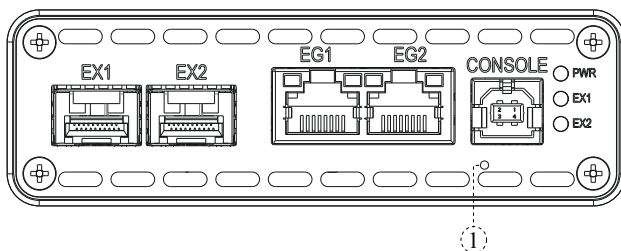
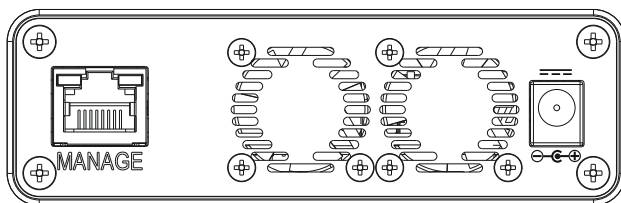

Рис. 4.1. Передняя панель прибора Беркут-MX
Рис. 4.2. Задняя панель прибора Беркут-MX
Адаптер подключается к прибору через специально предназначенный для этого разъём (см. рис. 4.2).
Примечание. Внешний вид передней и задней панелей измерительного блока зависит от аппаратной модификации устройства и может отличаться от представленного на рис. 4.1 и 4.2. При этом маркировка и назначение разъемов и светодиодных индикаторов совпадают с описанием, представленным в табл. 4.1 и 4.2.
Цифрой 1 на рис. 4.1 обозначена кнопка аппаратного сброса.
3. Подключить блок питания к разъёму, расположенному на задней панели корпуса прибора (см. рис. 4.2). После подключения внешнего источника питания загорается индикатор «PWR» (см. рис. 4.1).
Для настройки и управления функциями прибора Беркут-МХ используется интерфейс USB 1.1/2.0 (CONSOLE, см. рис. 4.1) или системный порт 10/100BASE-T (MANAGE, см. рис. 4.2).